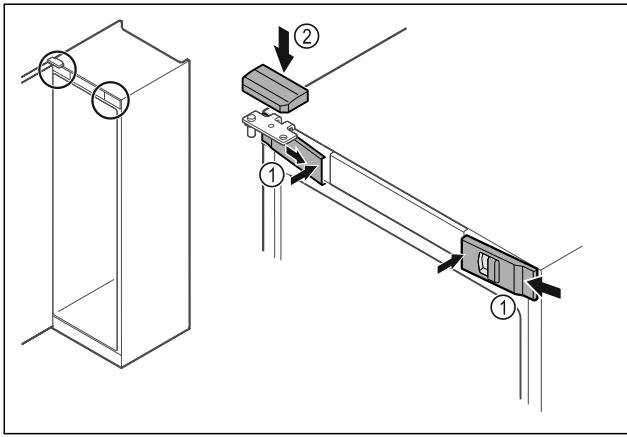

Fig. 43
- ▶ Accrocher les caches avant Fig. 43 (1) par les côtés et les enclencher en appuyant sur l'intérieur.
- ▶ Insérer le cache supérieur Fig. 43 (2) par le haut.